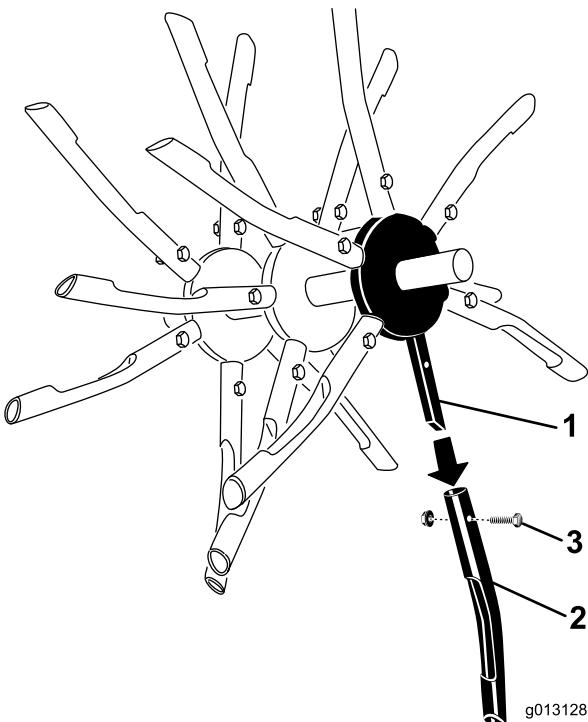

Figura 36
4. Si alguno de los taladros está dañado o roto, retire la tuerca y el perno que sujetan el taladro al conjunto de taladros (Figura 36).